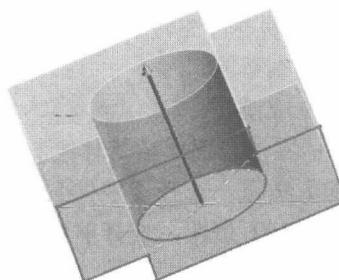

图 1.12 凸台拉伸
- (5) 完成草图绘制后，单击【退出草图】按钮，退出草图绘制。选择【特征】|【拉伸凸台/基体】命令，出现拉伸属性管理器，在深度文本框中输入 20mm，如图 1.12 所示，确认完成零件。